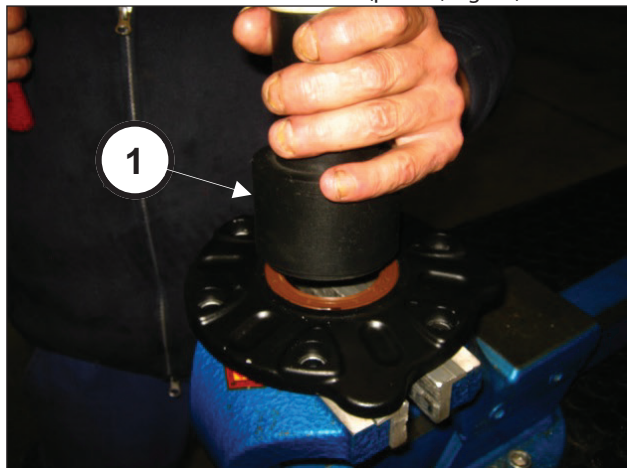

Fig. 77
Inserire il paraolio all'interno del coperchio pignone mediante l'utilizzo dell'attrezzo cod.27548200 (pos. ①, Fig. 77).